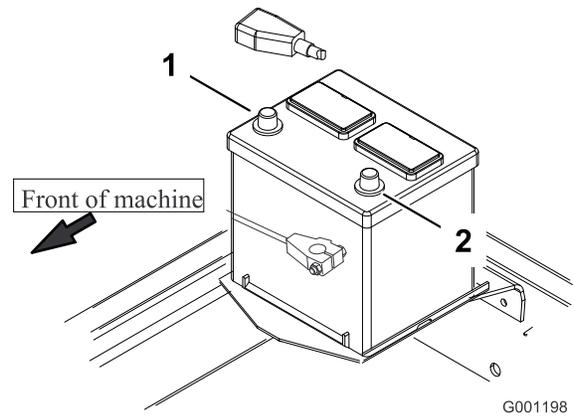

図 11
8. まず、赤い (+) ケーブルをバッテリーの (+) 端子に、黒いケーブル (-) はバッテリーの (-) 端子に固定する (図 11)。ショート防止のために (+) 端子にゴムキャップをかぶせる。